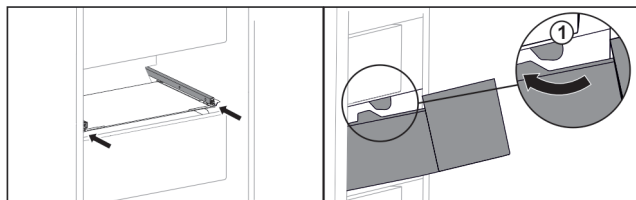

Fig. 53
- ▶ Poprowadzić szufladę wokół stoperów Fig. 53 (1).